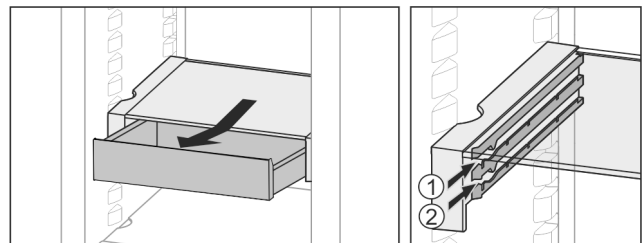

Fig. 35
- ▶ На любой высоте Fig. 35 (1) или Fig. 35 (2) вставьте.